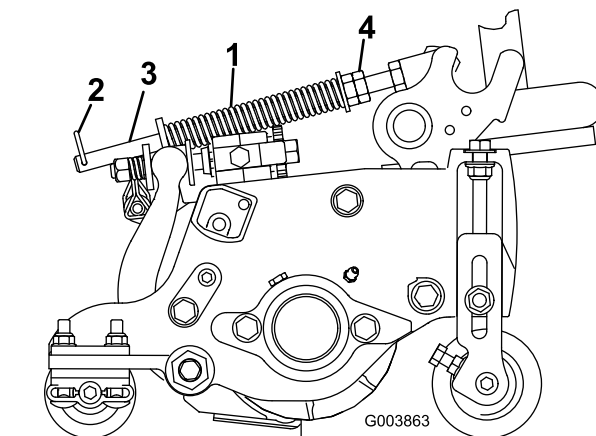

Рисунок 17
Пружина компенсации состояния грунта (Рисунок 17) переносит вес с переднего на задний каток. (Это помогает снизить волнообразный рисунок на грунте, также называемый волнами или неровностями.)
1. Убедитесь в том, что шплинт вставлен в заднее отверстие штока пружины (Рисунок 17).
2. Затяните шестигранные гайки в передней части штока пружины так, чтобы сжатая длина пружины стала равна 12,7 см на машине с 5-дюймовыми режущими блоками или 15,9 см на машине с 7-дюймовыми режущими блоками (Рисунок 17).